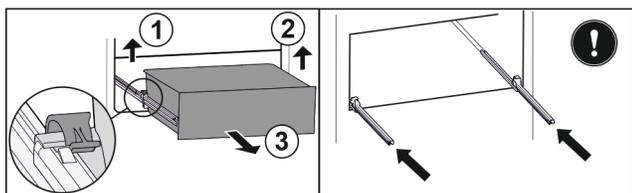

Fig. 106
- Soulever la bride gauche et tirer dans le même temps la partie gauche du tiroir vers l'avant. Fig. 106 (1)
- Soulever la bride droite et tirer dans le même temps la partie droite du tiroir vers l'avant. Fig. 106 (2)
- Retirer le tiroir par l'avant. Fig. 106 (3)